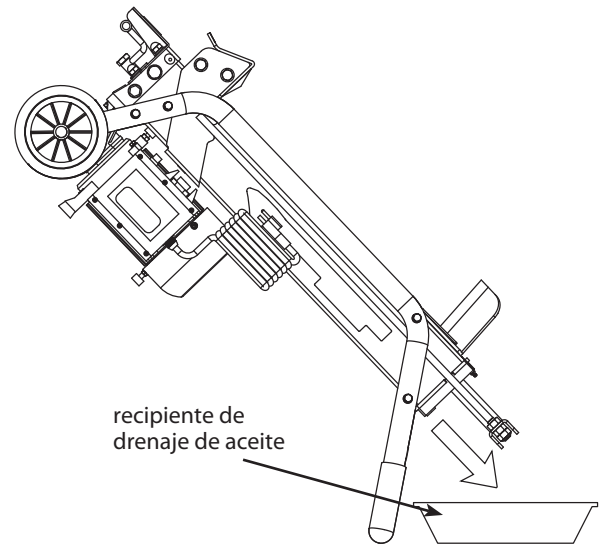

Figura 9
3. Voltee el partidor de leña sobre el lado de la pata de apoyo y use un recipiente con capacidad de un galón (4 litros) para drenar el aceite hidráulico. **(CONSULTE LA FIGURA 9)**